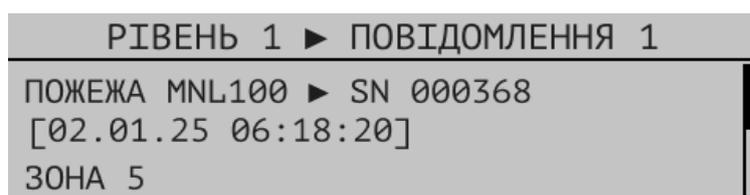

Рисунок 8.4.1 – Приклад вікна режиму пожежної тривоги
8.4.2 Повідомлення цього режиму мають найвищий пріоритет для відображення на дисплеї. На Рис. 8.4.1 показане вікно з повідомленням після переходу ППКП в режим пожежної тривоги.
На Рис. 8.4.2 показане вікно з додатковою інформацією щодо місця виникнення пожежі. Таке вікно з'являється, якщо вибрати рядок з повідомленням про пожежу, аналогічний тому, який показаний на Рис. 8.4.1, та натиснути кнопку . У вікні (Рис. 8.4.2) вказується: